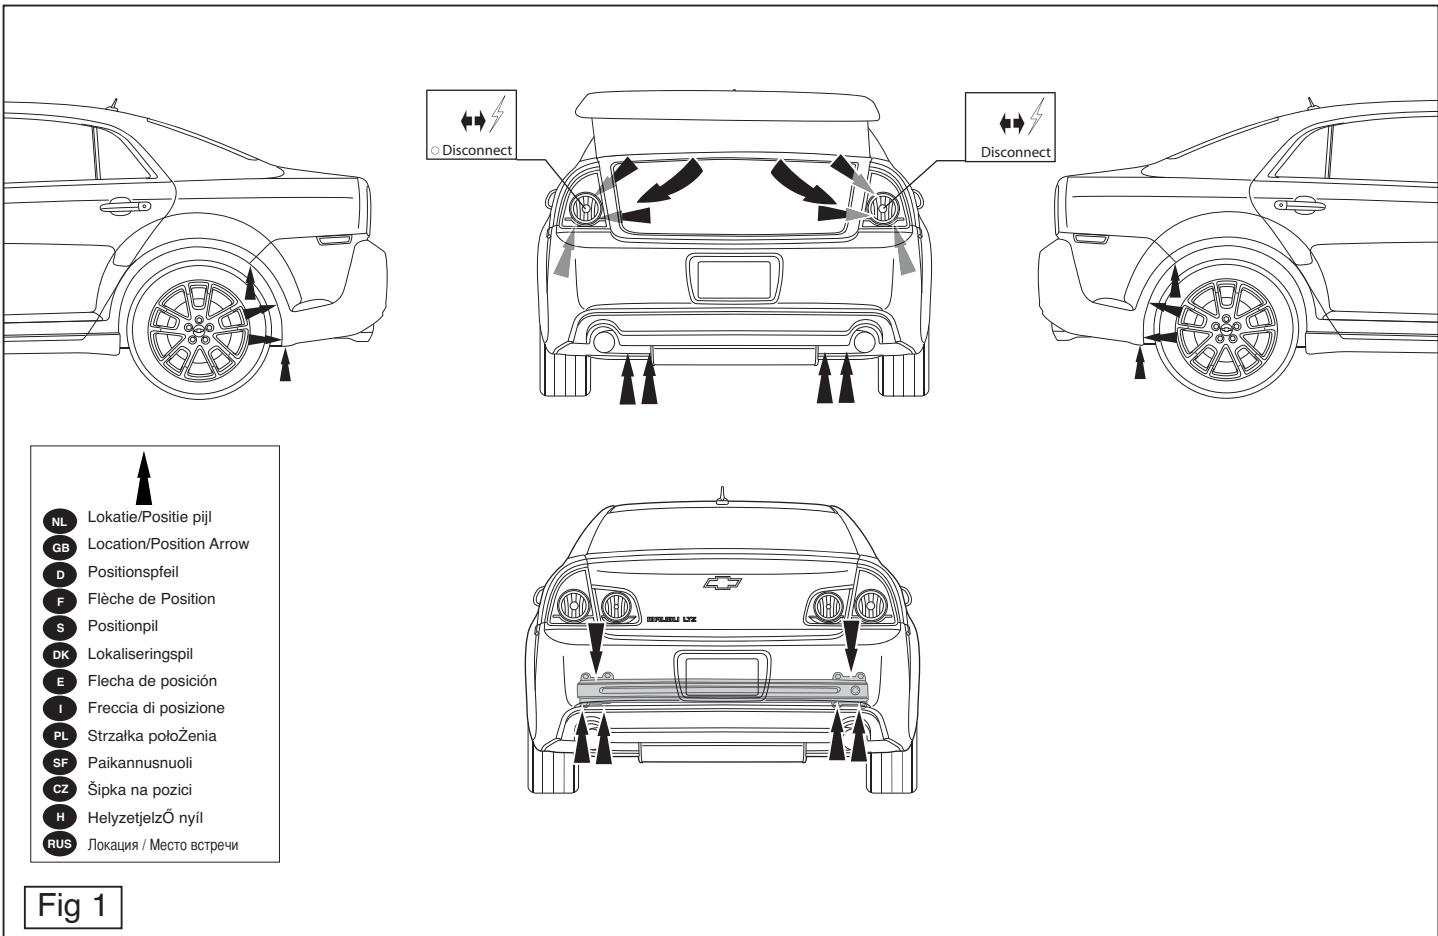

Fig 1
2. Снять бампер вместе со стальным буферным бруском автомобиля буферный брус больше не понадобится. См. рисунок 1.